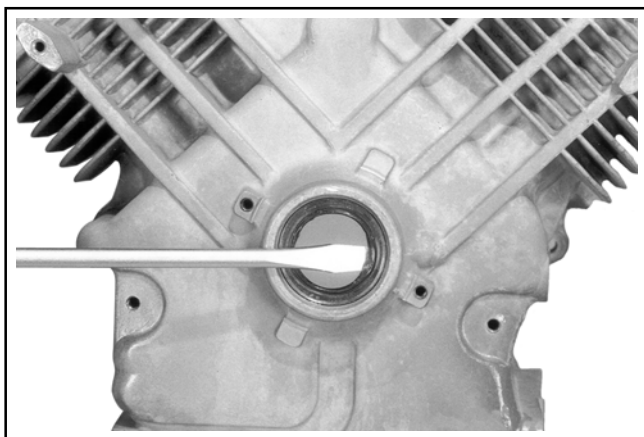

Figura 9-57. Rimozione del paraolio.
1. Rimuovere il paraolio dal carter. Vedere Figura 9-57.